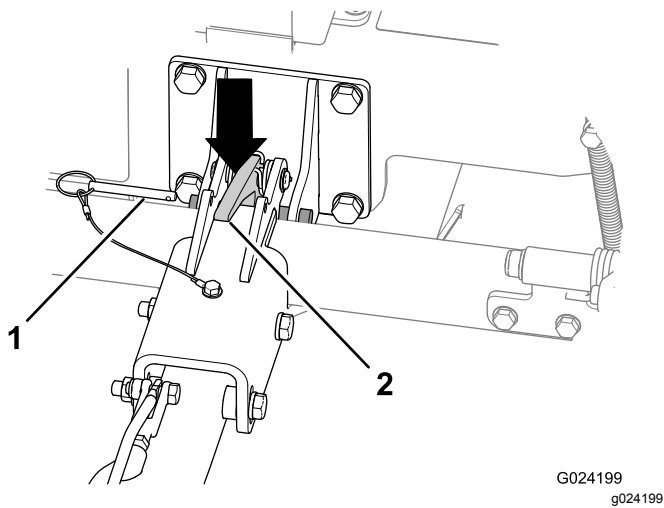

图21
2. 拔出锁定销 图21。
4. 向下推压挂钩门锁以打开挂钩门锁 图21。